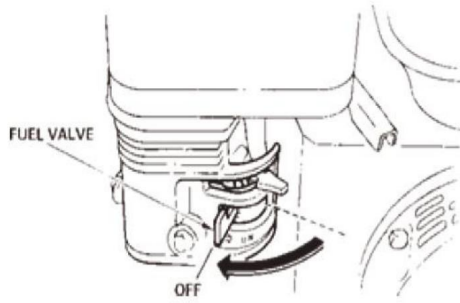

FIG.13
10.3 Stäng bränsleavstängningsventilen (FIG. 13) genom att flytta bränsleventilspeken till AV-läget.